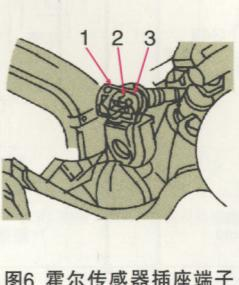

图6 霍尔传感器插座端子
(1) 霍尔传感器检测数据见表7。
(2) 霍尔传感器插座端子如图6所示。